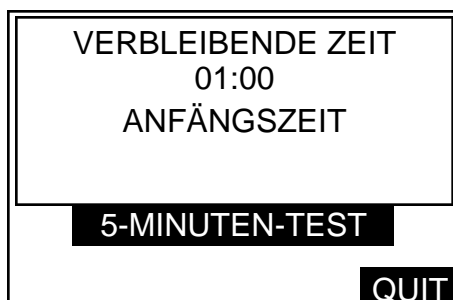

Abbildung 54: Anzeige der verbleibenden Zeit.
2. Nach Drücken der Taste START erscheint eine Anzeige wie in Abbildung 54:
2. Durch Drücken der Taste START wird TEST 1 eingeleitet. Die Anzeige erscheint wie in Abbildung 54 dargestellt und meldet, daß die Anfangszeit läuft, und die verbleibende Zeit wird in Minuten und Sekunden angegeben.
2. Nach dem Drücken der Taste START wird TEST 1 eingeleitet, und die Anzeige erscheint wie in Abbildung 54 dargestellt. Die Anzeige meldet, daß die Anfangszeit von 2 Minuten 20 Sekunden läuft, und die verbleibende Zeit wird angezeigt. Wenn die Anfangszeit abgelaufen ist, wird die Hochspannung eingeschaltet und angelegt. Die Anzeige erscheint wie in Abbildung 55 dargestellt.
2. Nach dem Drücken der Taste START wird TEST 1 eingeleitet, und die Anzeige erscheint wie in Abbildung 54 dargestellt. Wenn das Rührwerk gewählt ist, beginnt es zu arbeiten und bleibt während der gesamten Testfolge eingeschaltet.